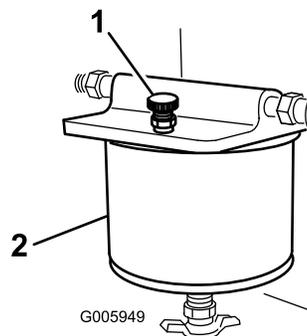

Рисунок 33
5. Откройте стравливающий винт наверху топливного фильтра, чтобы стакан заполнился топливом (Рисунок 33).